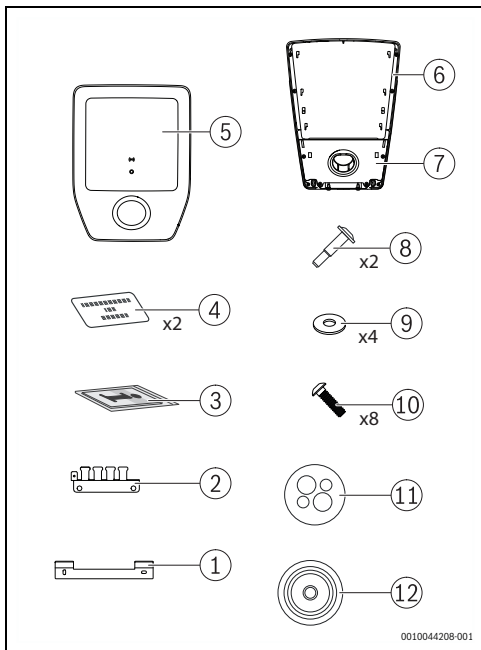

Fig. 337 Leveringsomfang
- ▶ Ta forsiktig dekelet [5] og hetten med parkeringsholderen [7] av Power Charge 7000i (→ fig. 337, side 331).